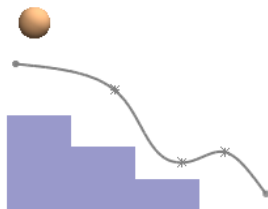

图 9.8.3 引入球
Step3. 引入球。选择下拉菜单 **插入(I)** **零部件(Q)** **现有零件/装配体(E)...** 命令，系统弹出“插入零部件”对话框；单击“插入零部件”对话框中的 **浏览(B)...** 按钮，在系统弹出的“打开”对话框中选取 D:\sw15\work\ch09.08\ball.SLDPRT，单击 **打开(O)** 按钮，将零件放置到图 9.8.3 所示的位置。